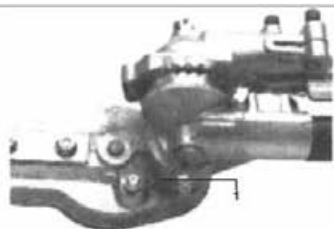

Fig.HT16
c. Glissez le carter hors du tube. Utilisant une burette d'huile, lubrifiez le carter d'engrenage (Fig.HT16) (environ 10 grammes) jusqu'à ce que vous voyiez la graisse purgée du carter.